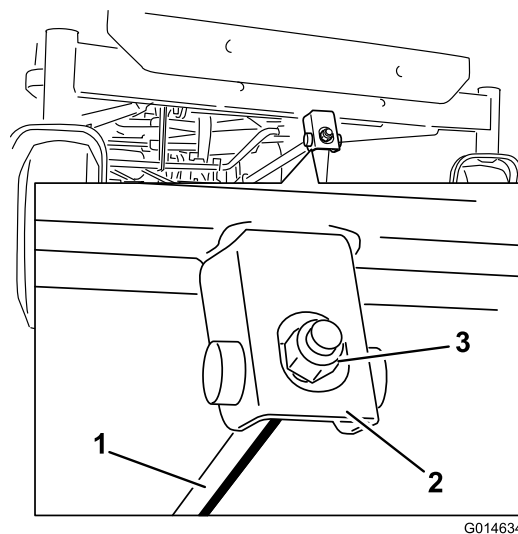

Figura 57
6. Para ajustar la inclinación longitudinal, gire la tuerca de ajuste de la parte delantera del cortacésped (Figura 57).